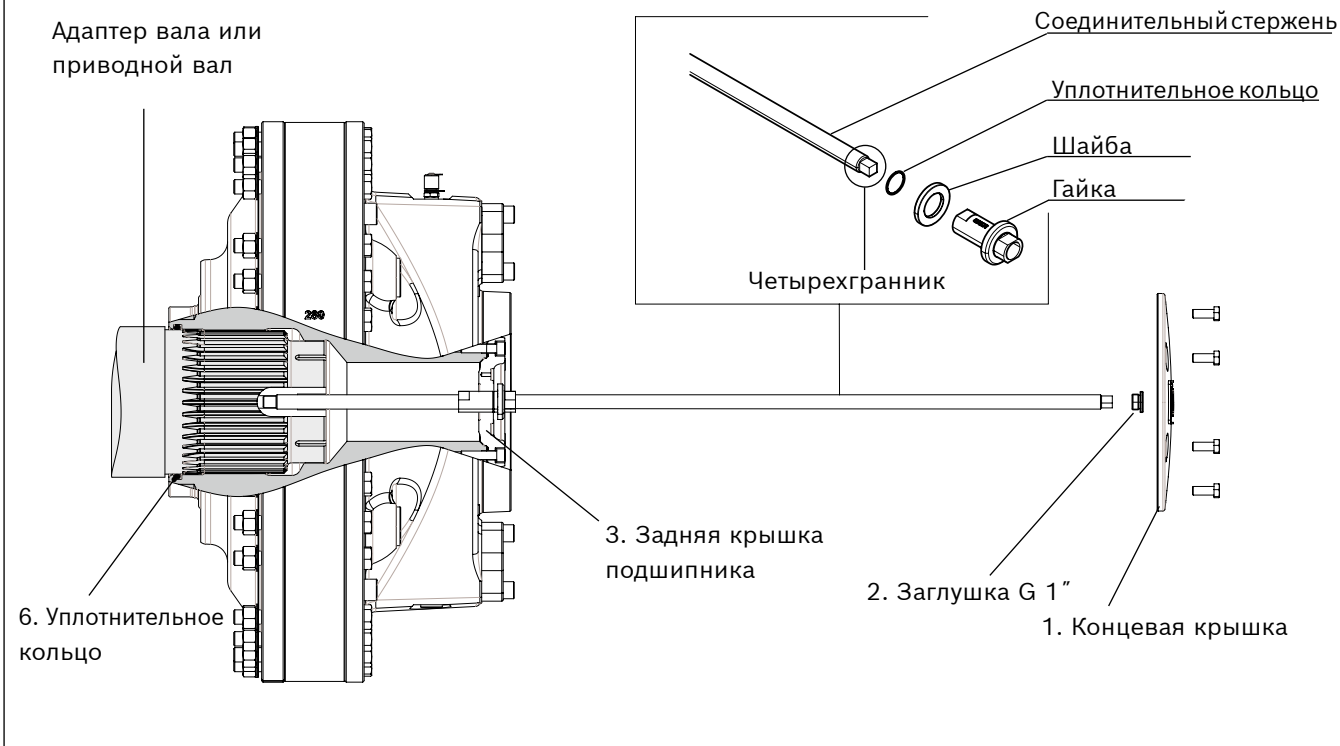
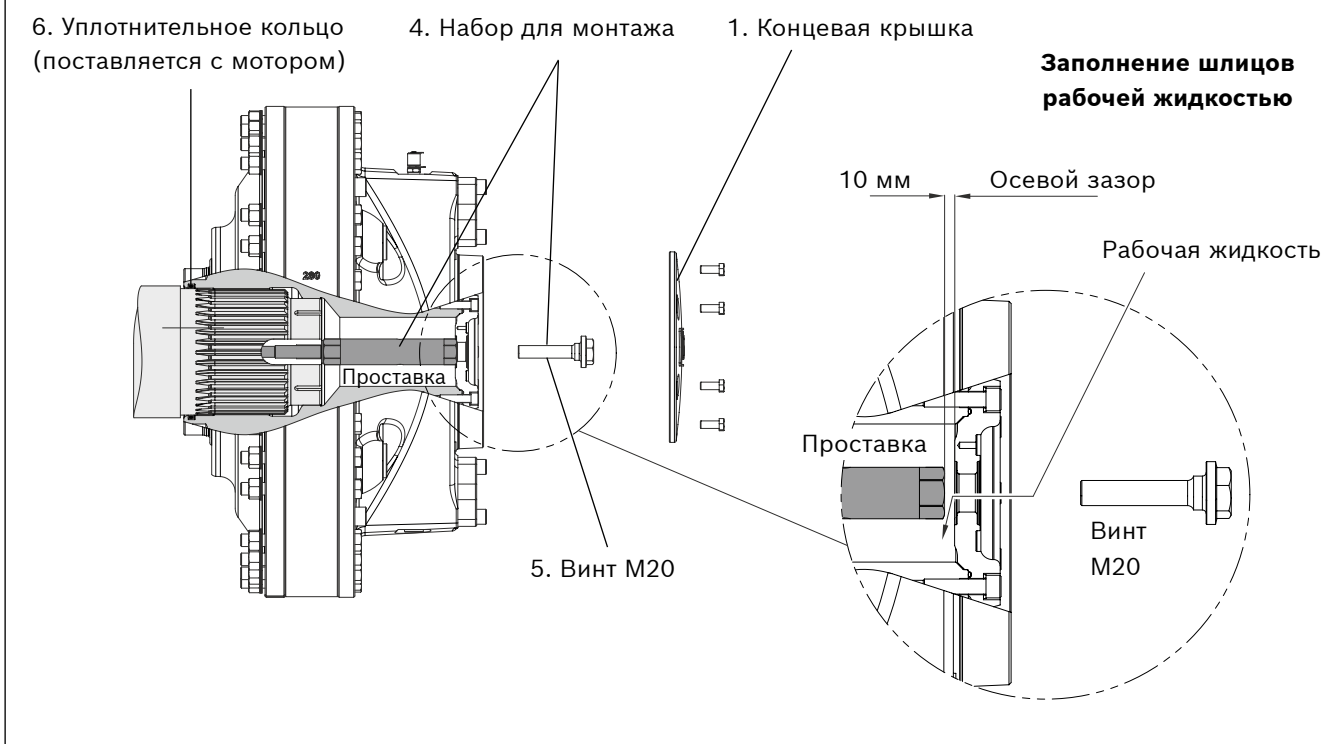

Рис. 41. Монтаж мотора, оснащенного шлицевым валом, с помощью оправки
Рис. 42. Соедините мотор, оснащенный шлицевым валом, с набором для монтажа, горизонтальная установка
Данное указание проиллюстрировано на *Рис. 41, Рис. 42.*
8. Установите оправку, пропустив соединительный стержень через центр мотора, и вкрутите его в приводной вал, поворачивая гаечным ключом четырехгранник на конце оправки. Установите шайбу и закрутите гайку до задней крышки подшипника (3).
13. Установите проставку из комплекта для монтажа (4) на приводной вал. Момент 450 Нм (332 фунта·фут).
14. Установите заднюю крышку подшипника (3). Момент 136 Нм (100 фунтов·фут).
15. Залейте рабочую жидкость в резьбу G 1". Осевой зазор во время заполнения - 10 мм [0,4 дюйма], см. *Рис. 42*. Количество рабочей жидкости см. в *Таблица 16*.
16. Прикрепите мотор к приводному валу винтом M20 (5). Крутящий момент 385 Нм (284 фунта·фут).
17. Установите крышку (1). Момент 80 Нм (59 фунтов·фут).